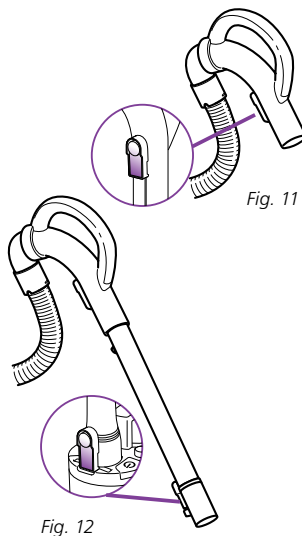

Fig. 12
- c Para remover el mango con el tubo de extensión, presione el botón de liberación del tubo de extensión en la parte de atrás de la aspiradora. (Fig. 12)